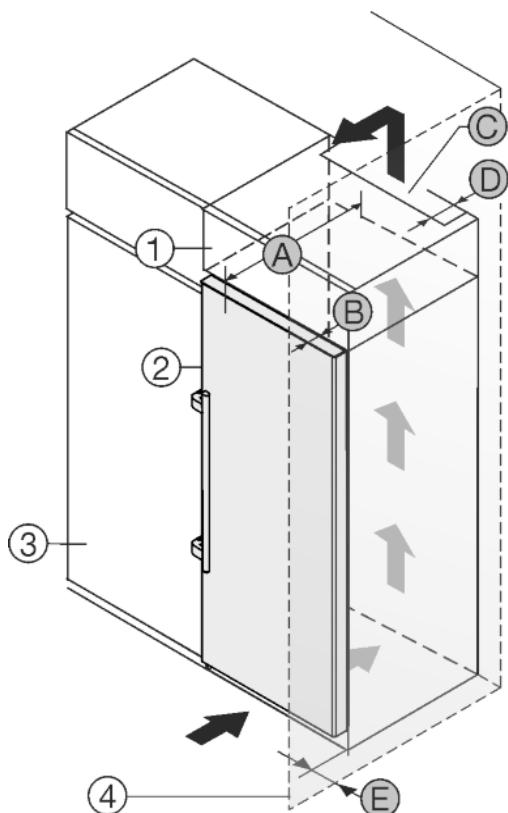

Fig. 19
Устройство может быть окружено кухонными шкафами. Чтобы уравнять устройство Fig. 19 (2) по высоте с кухонной стенкой, можно установить над устройством дополнительный шкафчик Fig. 19 (1).
Установить устройство можно непосредственно рядом с кухонным шкафом Fig. 19 (3). Чтобы можно было полностью открыть двери, устройство должно выступать на глубину Fig. 19 (B) относительно передней стенки кухонного шкафа. В зависимости от глубины кухонных шкафов и использования пристенных распорок устройство может выступать и больше.
- На задней стенке дополнительного шкафчика должен быть вентиляционный канал с глубиной Fig. 19 (D) по всей ширине этого шкафа.
- Нужно соблюдать вентиляционное отверстие Fig. 19 (C) под нижней панелью.
Если устройство установлено на шарнирах у стены Fig. 19 (4), то нужно соблюдать расстояние Fig. 19 (E) между устройством и стеной. Настолько выступает ручка при открытой дверце.